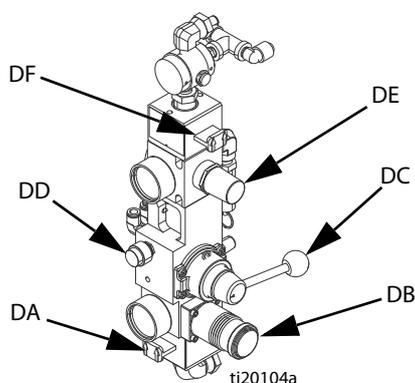

РИС. 28. Элементы управления насосом подачи
- c. Переведите главный золотниковый клапан (DA) и золотниковый клапан пневмодвигателя (DF) в положение ВЫКЛЮЧЕНИЯ. См. рис. 28.
- m. Когда опорная емкость начнет оказывать давление на жидкость, переведите воздушный золотниковый клапан пневмодвигателя (DF) в положение ВКЛЮЧЕНИЯ. См. рис. 28. Насос подачи начнет работать. Продолжайте перекачивание насосом, пока ведро не опустеет или пока в бак не будет подано необходимое количество жидкости. Для остановки насоса подачи переведите воздушный золотниковый клапан пневмодвигателя (DF) в положение ВЫКЛЮЧЕНИЯ.
- p. Для подъема опорной емкости из ведра нажмите кнопку выпуска воздуха (DD), затем поднимите направляющий клапан. Насос подачи подаст воздух под давлением в ведро, что приведет к отсоединению ведра от опорной емкости. Не допускайте подъема ведра над рамой. Если это происходит, опустите опорную емкость и повторите попытку.